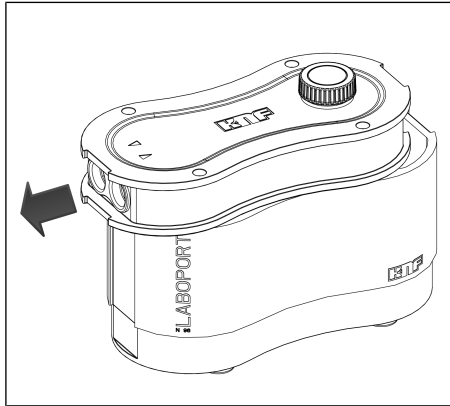

Abb.9: Gehäusedeckel über Gasanschlüsse schieben (Pumpe öffnen)
2. Schieben Sie den Gehäusedeckel (2) über die Gasanschlüsse (siehe Abb. 9).